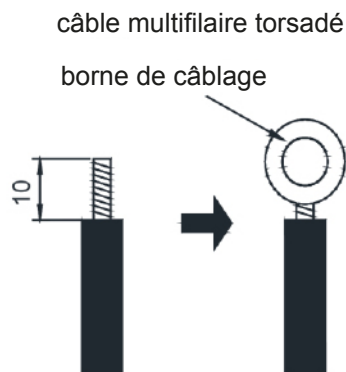

Fig 5.1.2
- (2) Connexion du fil multibrins (comme sur la fig 5.1.2).